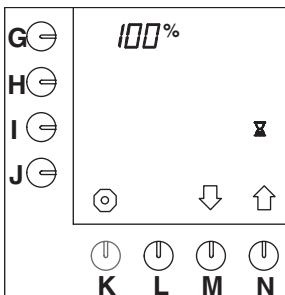

Fig. 35 Temps de pause 100%
- Appuyez sur la touche de sélection (N.)↑ jusqu'à ce que la fig.35 s'affiche sur l'écran de contrôle.